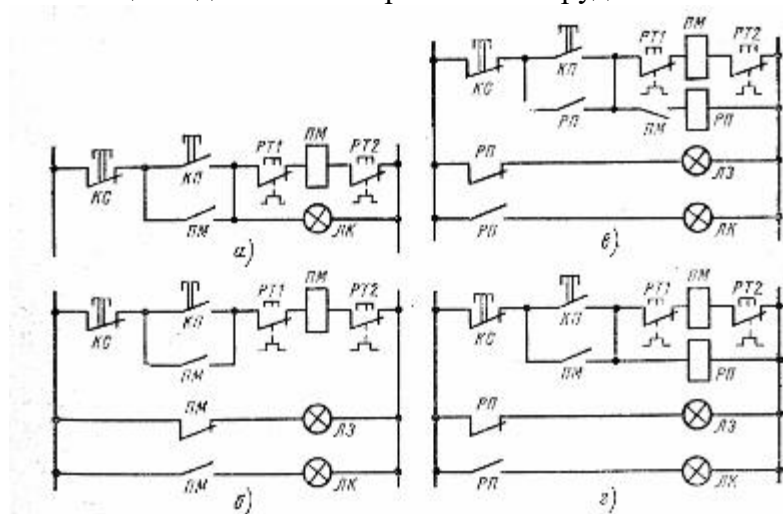

Рис. 1. Примеры построения простейших схем сигнализации, совмещенных со схемами управления
1. Начертить схему (рис. 1) в тетрадь, отправить на viber 8-927-706-57-77.